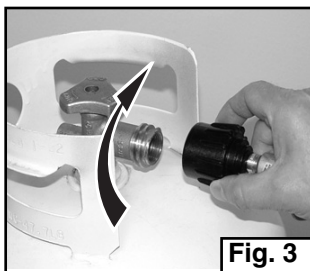

Fig. 3
- Conecte la manguera al cilindro. (Fig. 3)